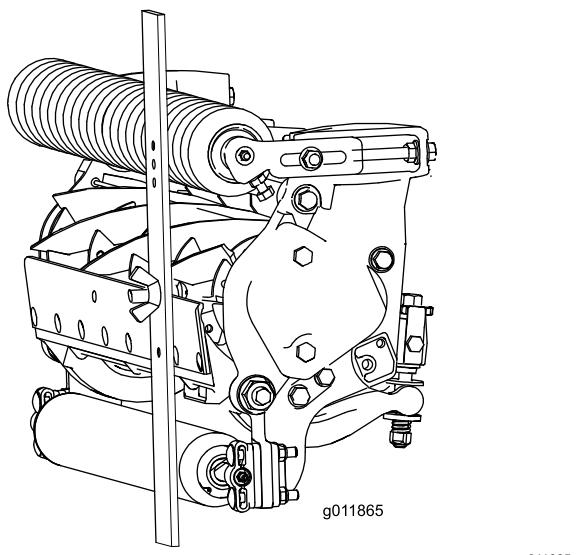

Рисунок 19
3. Зацепите головку винта за режущую кромку неподвижного ножа и расположите задний конец планки на заднем валике (Рисунок 19).
4. Поворачивайте регулировочный винт до тех пор, пока передний валик не коснется измерительной планки (Рисунок 19). Регулируйте оба конца валика до тех пор, пока весь валик не встанет параллельно неподвижному ножу.